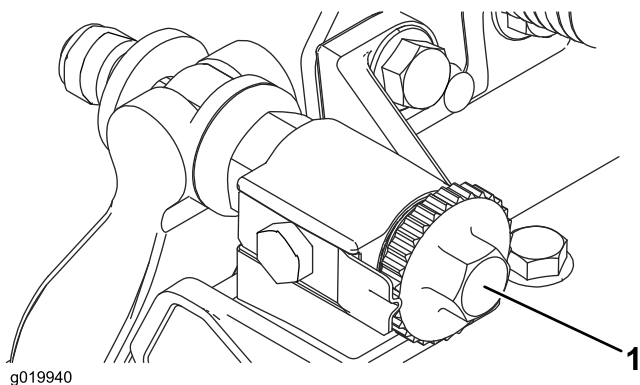

Рисунок 8
1. Установите режущий блок на ровной горизонтальной поверхности. Поверните регулировочные винты планки неподвижного ножа против часовой стрелки, чтобы планка не касалась барабана (Рисунок 8).